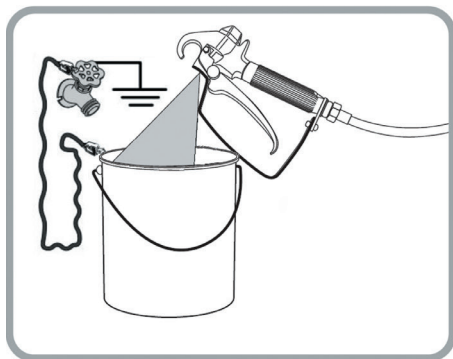

Рис. 44
6. Прижмите распылитель со снятым соплом к заземлённой металлической ёмкости с растворителем. Снимите распылитель с предохранителя и нажимайте на спусковой крючок, пока из распылителя не потечет чистый растворитель (рис. 44).